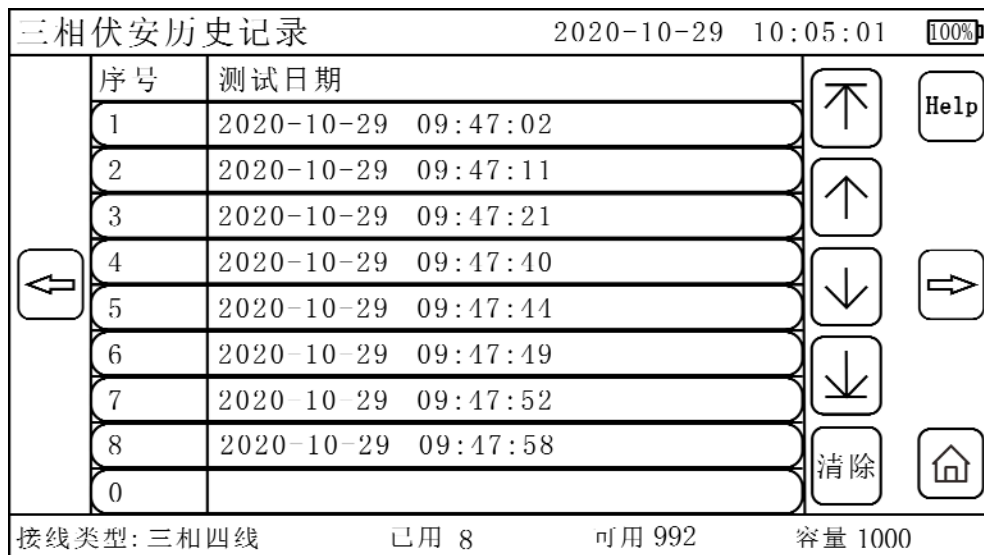
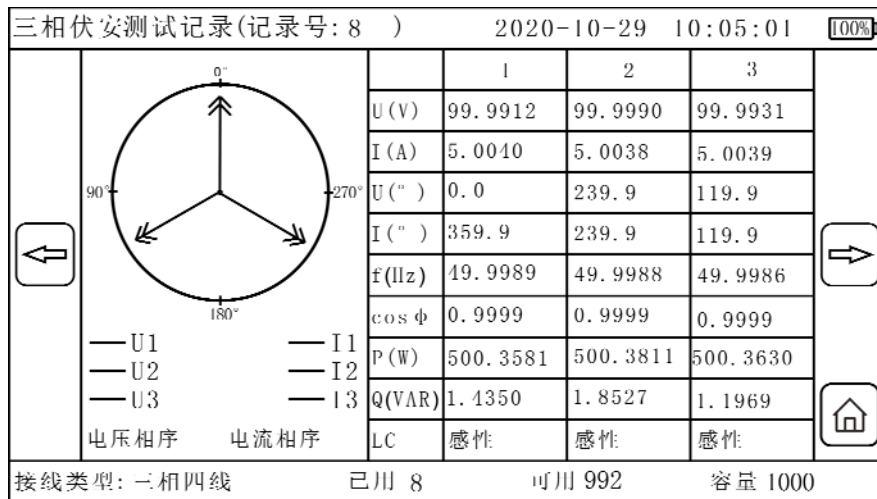

图 10
图 11
(2) 查看记录操作，界面如图 10 所示。只需在测试界面点击右箭头，进入三相历史记录界面，会显示测试日期、序号，点击序号所在行，进入三相测试记录界面，如图 11 所示，显示一条测量数据的详情。在详情页点击左箭头即可返回上一页，再点击左箭头即可返回测试界面。在使用过程中，发现数据过多，便可使用记录界面的清除按钮，即可一键清除所有数据。如需永久保存记录，则可以通过 USB 连接上位机导出至 EXCEL 表格。
进入设置界面，可以进行时间设置、接线类型设置、背光亮度设置。如图 11 所示。退出该界面，本仪器自动保存用户设置的参数。